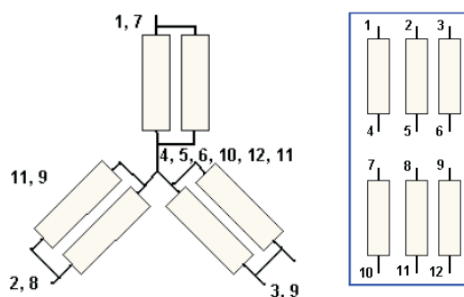

Figura 22
- Estrela em paralelo: a tensão nominal é 380 V (ver figura 22)